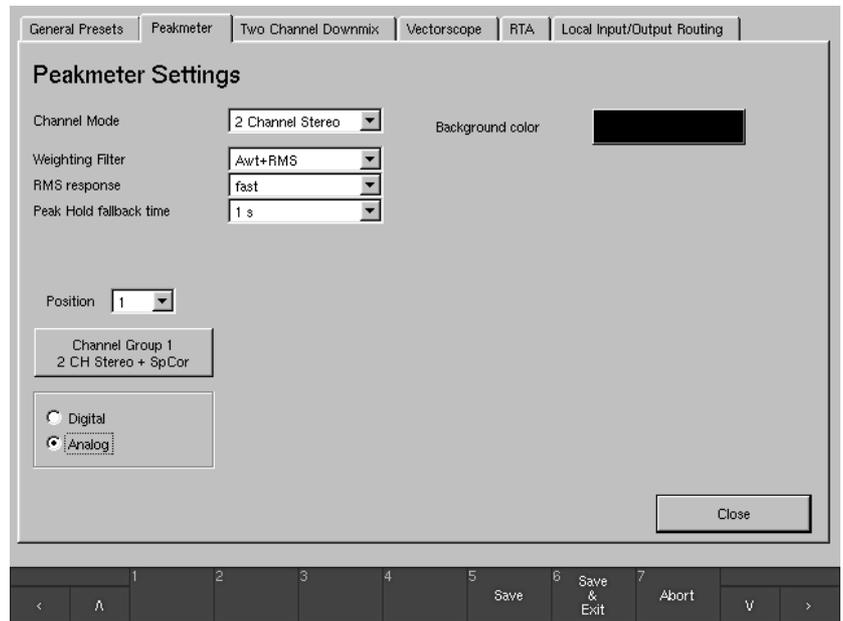

Bild 4-7: Menü-Karteikarte „Peakmeter“ im Channel Mode „2 Channel Stereo“
Siehe Bild 4-7 u. Abschnitt 4.15.
- „2 Channel Stereo“: 1 Gruppe (siehe Bild 4-7 und Abschnitt 4.15.)